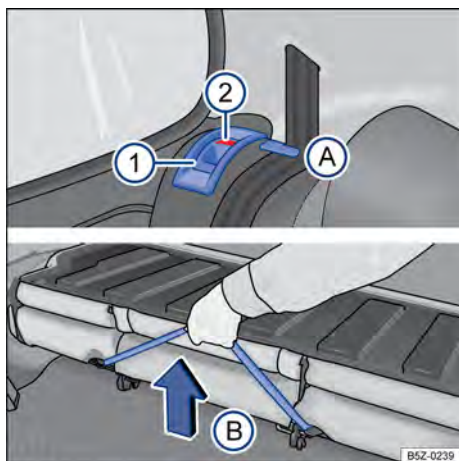

Fig. 61 Banco traseiro: botão de destravamento ❶; posicionador para os cadarços dos cintos (A); alça para destravamento do conjunto do assoalho (B).
- Posicionar os cadarços dos cintos de segurança nos seus respectivos posicionadores → Fig. 61 (A).
- Puxar o botão de destravamento → Fig. 61 (1) em ambos os lados para frente e, ao mesmo tempo, rebater o encosto do banco traseiro para frente.
- Puxar a alça → Fig. 61 (B) para destravar o conjunto do assoalho e, ao mesmo tempo, levantar-o **cuidadosamente** na direção dos bancos dianteiros.
- Segurar o banco traseiro pela alça → Fig. 61 (B) e, soltar de uma altura de 15 cm.
- Retirar os cadarços do cinto de segurança do posicionadores → Fig. 61 A.
- A marcação vermelha → Fig. 61 ② não pode mais estar visível.